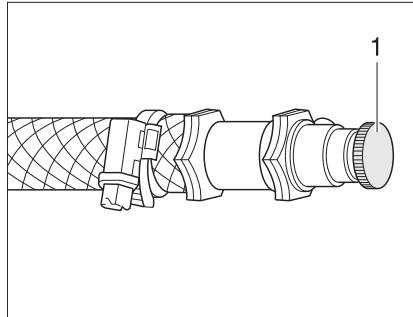

Fig. 168 Soupape de purge pour le chauffage à eau chaude
- Ouvrir la soupape de purge (Fig. 168,1) et la laisser ouverte, jusqu'à ce l'air soit complètement évacué du circuit.